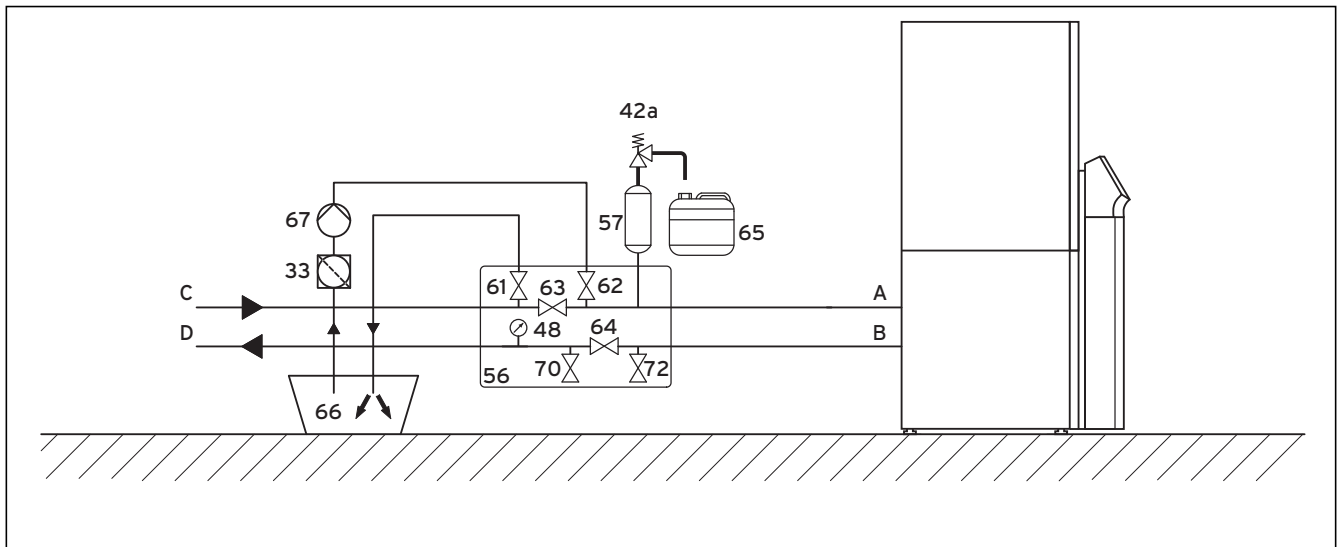

Abb. 6.6 Gesamten Solekreis in einem Arbeitsgang befüllen und entlüften
- Öffnen Sie ggf. alle weiteren Absperrventile, die in → **Abb. 6.6** nicht gezeigt sind.
- Öffnen Sie das Absperrventil (→ **Abb. 6.6, Pos. 63**), damit die Luft in der Rohrleitung zwischen den Absperrventilen (→ **Abb. 6.6, Pos. 61 und 62**) entweichen kann.
- Öffnen Sie ggf. das Absperrventil (→ **Abb. 6.6, Pos. 64**), das aufgrund einer eventuellen Teilentlüftung noch verschlossen sein kann, damit die Luft in der Rohrleitung zwischen den Absperrventilen (→ **Abb. 6.6, Pos. 70 und 72**) entweichen kann.
- Schließen Sie das Absperrventil (→ **Abb. 6.6, Pos. 61**) und setzen Sie den Solekreis mittels der Befüllpumpe (→ **Abb. 6.6, Pos. 67**) unter Druck, bis der Sole-Ausgleichsbehälter (1) höchstens bis zu zwei Drittel gefüllt ist und der Druck 3 bar nicht übersteigt.
- Schließen Sie nun auch das Absperrventil (→ **Abb. 6.6, Pos. 62**).
- Schalten Sie die Befüllpumpe (→ **Abb. 6.6, Pos. 67**) aus.
- Öffnen Sie das Sicherheitsventil (→ **Abb. 6.6, Pos. 42a**), um einen eventuellen Überdruck über dem gewünschten Fülldruck von 2,0 bar und unterhalb des Auslösedrucks des Sicherheitsventils von 3 bar entweichen zu lassen. Der Sole-Ausgleichsbehälter muss zu zwei Drittel mit Flüssigkeit gefüllt sein.
- Entfernen Sie den Schlauch vom Absperrventil (62).